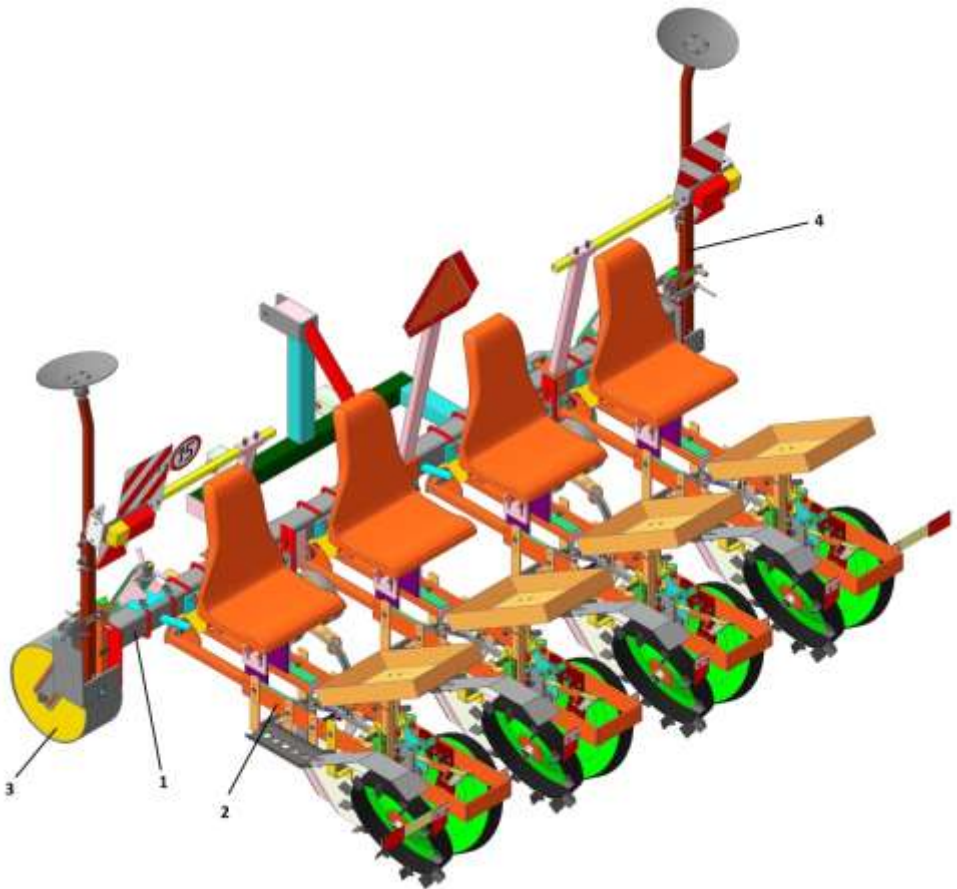

Рисунок 1 – Машина рассадопосадочная МР-4
3.1 Машина рассадопосадочная МР представляет собой навесную машину (рис. 1) и состоит из следующих основных частей: рамы 1, на которой установлены посадочные секции 2 (2, 4 или 6 секций), опорные колеса 3. При необходимости, на машину могут устанавливаться маркеры 4.